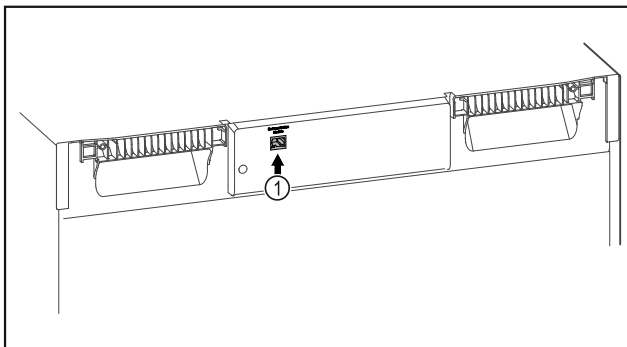

Fig. 84
- SmartModule Fig. 84 (1) встановлено.